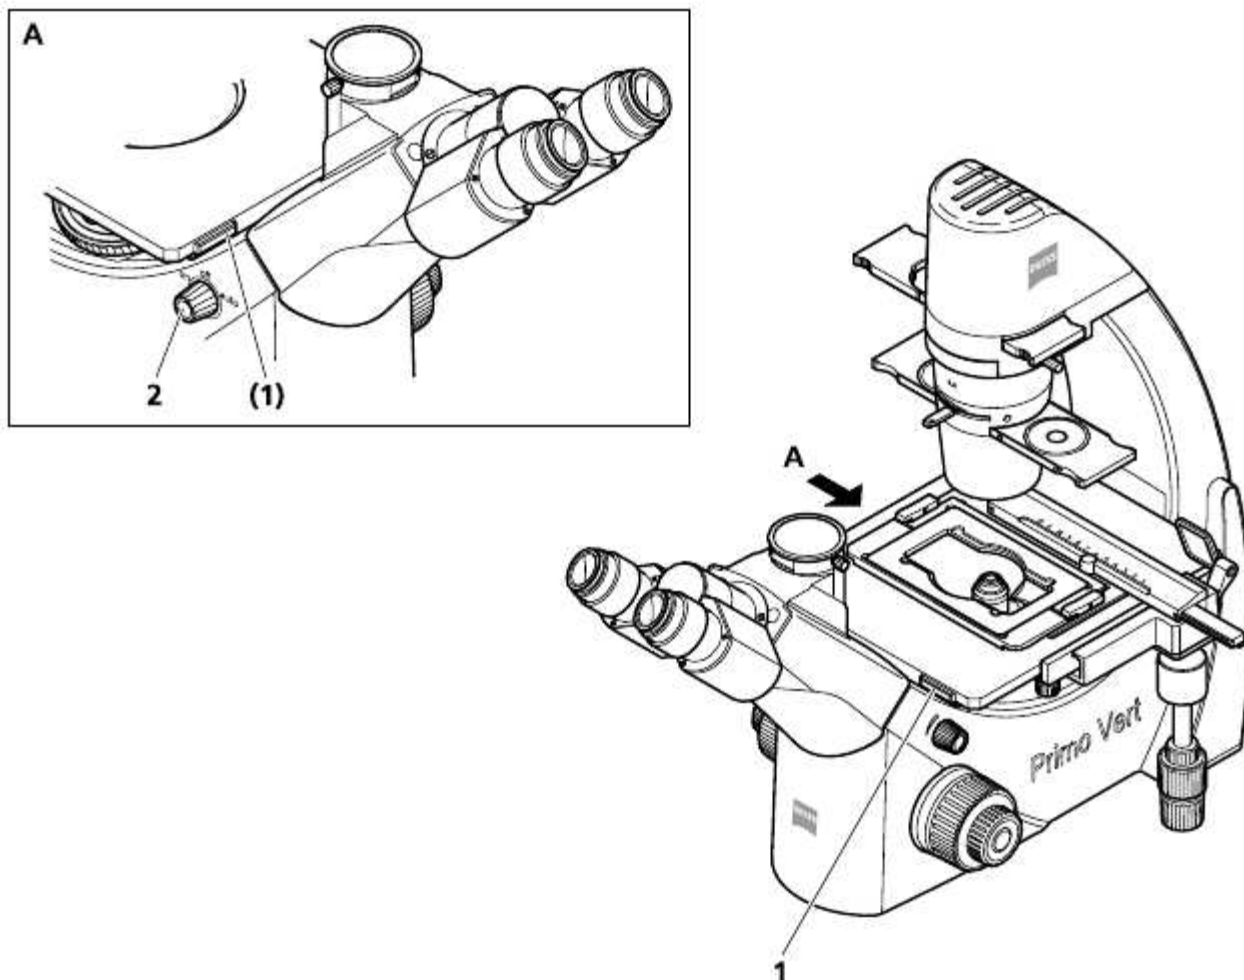

Fig. 11 打开和关闭显微镜
- 通过使用旋钮(Fig. 11/2)打开显微镜(ON或 **AUTO** 位置).
在样品台上的ON/OFF 转换开关(Fig. 11/1)可以快速的将照明灯泡转换为开状态. 照明器保持为开的状态
在样品台上的ON/OFF 转换开关(Fig. 11/1) 可以快速的将照明灯泡转换为开和关的状态
- 工作完成后,通过显微镜的开关旋钮(Fig. 11/2)将显微镜关闭 (**OFF**位置).